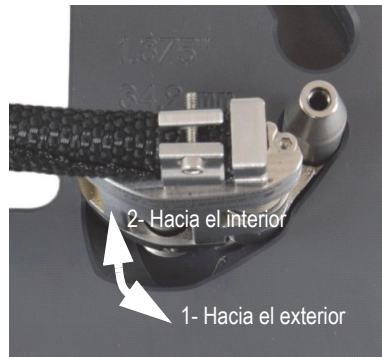

Figura 2-9 Fijación del tornillo de ajuste del flanco posterior
- c) Mientras mantiene el montaje del flanco posterior en el molde, desde la parte opuesta, ajuste firmemente el tornillo de ajuste del flanco posterior con un destornillador hexagonal de 2,5 mm. Véase la Figura 2-9 en la página 43.